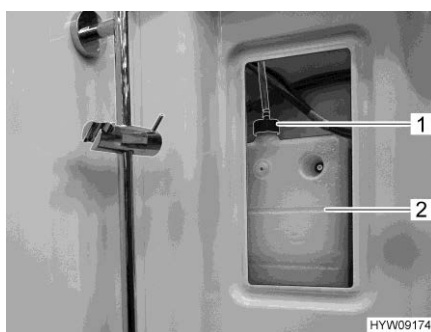
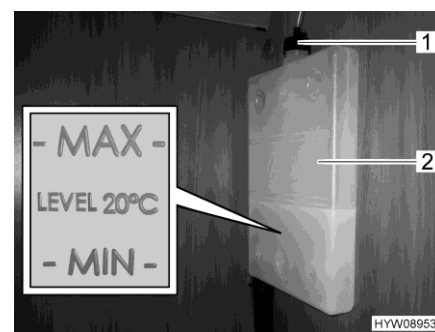

Fig. 211 Vase d'expansion (chauffage à eau chaude)
Fig. 212 Repère "MIN/MAX"
- Retirer le couvercle du vase d'expansion (Fig. 211,2), en haut à droite dans la douche.
- Contrôler si le liquide se trouve entre les marques "MIN" et "MAX" (Fig. 212) sur le vase d'expansion (Fig. 212,2).
- Ouvrir le bouchon du vase d'expansion (Fig. 211,1 ou Fig. 212,1).